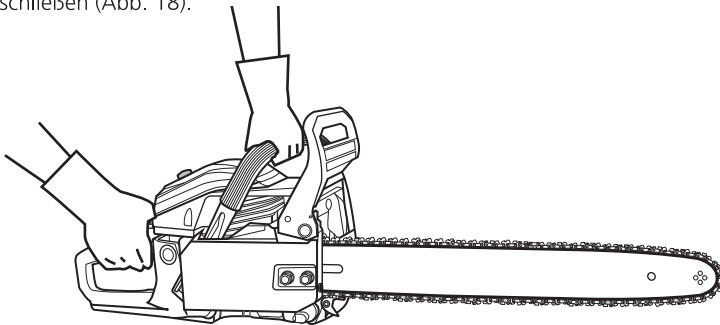

Abb. 18
1. Halten Sie die Kettensäge mit beiden Händen. Dabei hält die linke Hand den vorderen Handgriff (4) und die rechte Hand den hinteren Handgriff (17). Dies gilt gleichermaßen für Links- und Rechtshänder!
2. Halten Sie die Säge nicht am Handschutz (5)! Daumen und Finger müssen beide Griffe fest umschließen (Abb. 18).